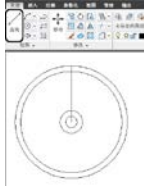

图 4.91 绘制直线
(3) 运用“直线”命令, 连接半径为 50 的圆上象限点与圆心, 如图 4.91 所示。